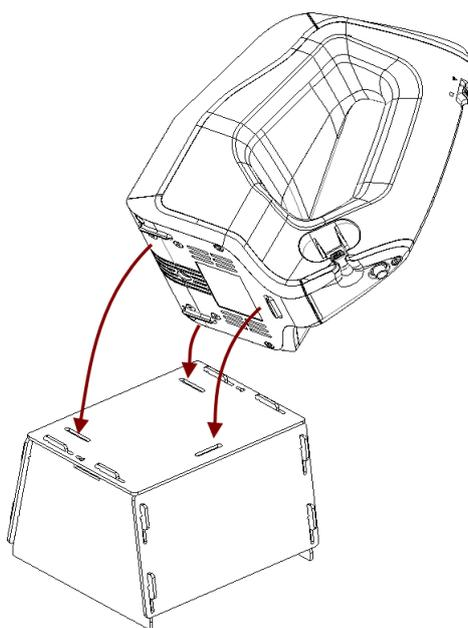

Abbildung 134: Artec Spider auf den Ständer setzen
3. Den Scanner so auf den Ständer setzen, dass die drei Scanner-Rippen in die Aussparungen der Ständer-Abdeckung einrasten (siehe Abb. 134).